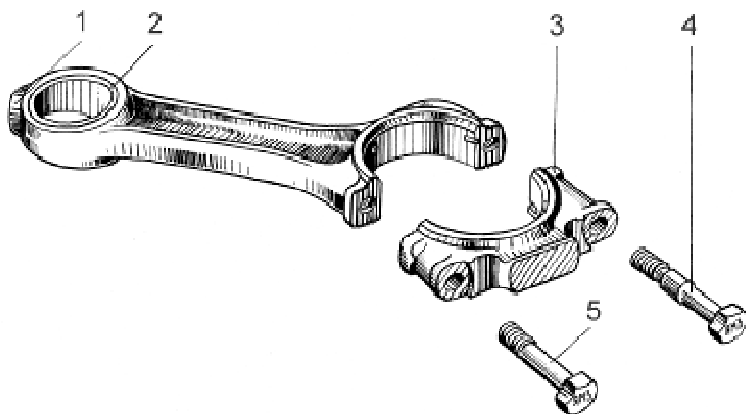

Рис. 10. Шатун:
**Шатун** (рис. 10) - стальной, двутаврового сечения, с косым разъемом нижней головки, со скосами на верхней головке, без масляного канала в стержне.